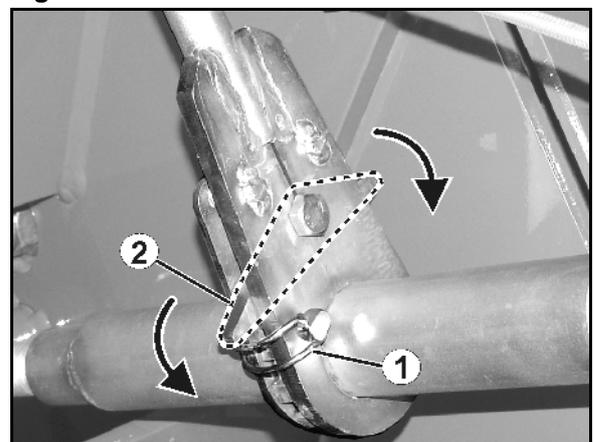

Fig. 40
2. Retirar el pasador clavija (Fig. 40/1).
3. Enclavar la palanca abatible (Fig. 40/2) según la dirección de giro deseada.